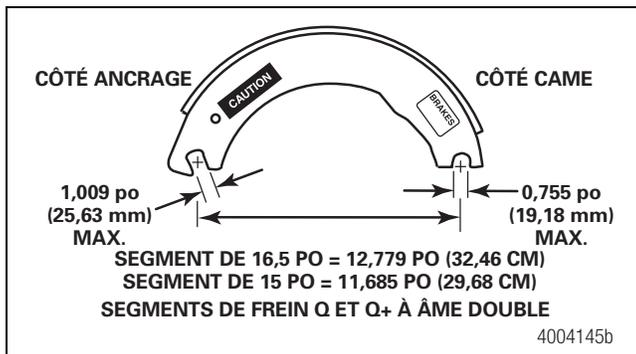

Figure 4.1
1. Segments de frein de 16,5 po seulement : s'assurer que le diamètre des trous d'axe d'ancrage ne dépasse pas 1,009 po (25,63 mm). La distance entre le centre du trou d'axe d'ancrage et le centre du trou de galet ne doit pas dépasser 12,779 po (32,46 cm). Remplacer les segments de frein dont les cotes sont hors normes. Figure 4.1.
2. Segments de frein de 15 po seulement : s'assurer que le diamètre des trous d'axe d'ancrage ne dépasse pas 1,009 po (25,63 mm). La distance entre le centre du trou d'axe d'ancrage et le centre du trou de galet ne doit pas dépasser 11,685 po (29,68 cm). Remplacer les segments de frein dont les cotes sont hors normes. Figure 4.1.